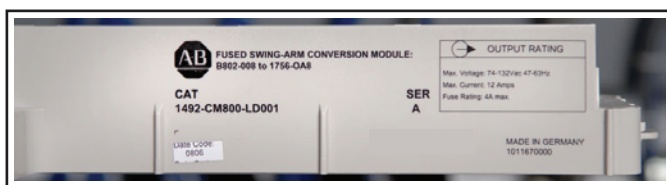

Figura 4a
a) Extraiga el módulo de conversión apropiado de su cartón. Asegúrese de que la capacidad funcional del módulo de conversión 1492, tal como se indica en su etiqueta (ejemplo: figura 4a), cumpla con los requisitos de conversión para la ranura E/S específica.